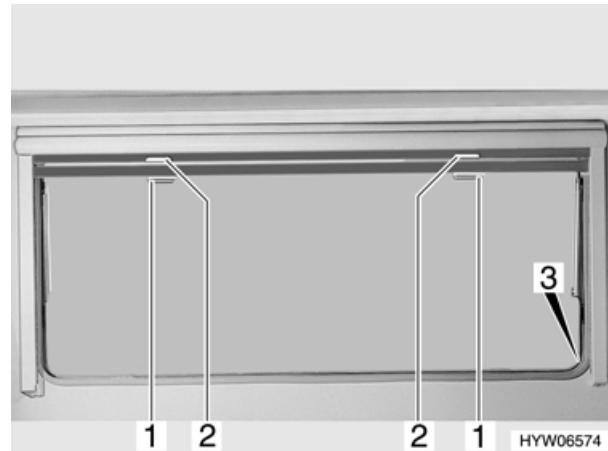

Bild 31 Ausstellfenster
- Verdunklungsrollo am Griff (Bild 31,2) nach unten ziehen. Wenn das Verdunklungsrollo ganz geschlossen wird, das Verdunklungsrollo auf beiden Seiten des Fensterrahmens in die Arretierung (Bild 31,3) einhängen.
- Wenn das Verdunklungsrollo vollständig geschlossen ist: Den Griff (Bild 31,2) nach unten drücken und den Griff dabei leicht nach vorne kippen. Das Verdunklungsrollo aus den Arretierungen links und rechts am Fensterrahmen aushängen.
- Insektenschutzrollo am Griff (Bild 31,1) nach unten ziehen und auf beiden Seiten am Fensterrahmen in die Arretierung (Bild 31,3) einhängen.
- Griff (Bild 31,1) nach unten drücken und den Griff dabei leicht nach vorne kippen. Das Insektenschutzrollo aus der Arretierung links und rechts am Fensterrahmen aushängen.